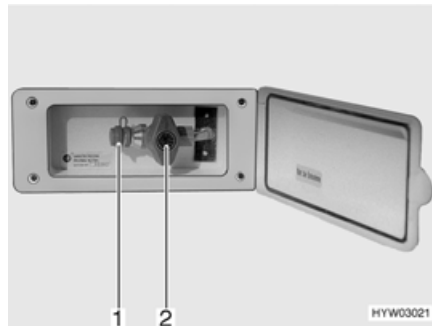

Fig. 130 Raccordement externe de gaz (robinet d'arrêt de gaz fermé)
Le raccordement externe de gaz (Fig. 130) se trouve, selon les modèles, à l'arrière ou sur le côté gauche ou droit du véhicule.
- Raccorder l'appareil à gaz externe sur le raccord (Fig. 130,1).
- Ouvrir le robinet d'arrêt de gaz (Fig. 130,2).